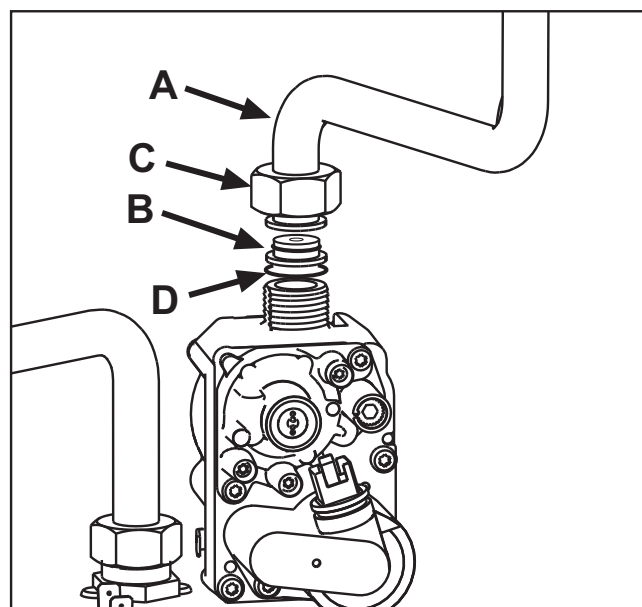

fig. 22
4. Dévisser le papillon C et dégager le tuyau du gaz A de la soupape gaz (voir fig. 22).
5. Remplacer la buse B présente dans le tuyau gaz par celle contenue dans le kit de transformation après avoir intercalé le joint D (voir fig. 22).